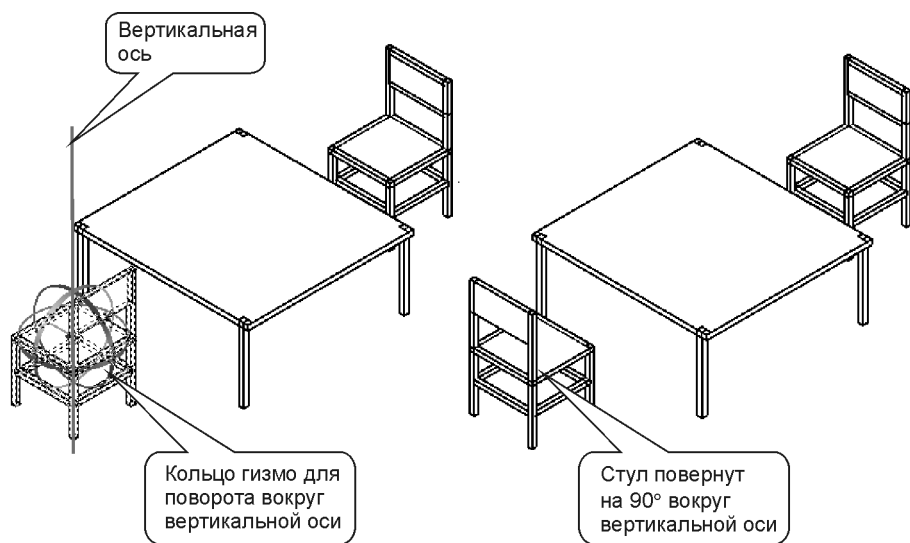

Рис. 6.6. Гизмо поворота и выбранная ось вращения
- 4. Наведите курсор на одно из колец так, чтобы через центр гизмо прошла нужная ось поворота. На рис. 6.6, слева, выбрано горизонтальное кольцо, чтобы стул повернулся вокруг вертикальной оси.
- 5. Щелкните по выбранному кольцу, а затем введите с клавиатуры угол поворота и нажмите клавишу <Enter>. Объект повернется на заданный угол. Так, на рис. 6.6 стул повернулся на 90° вокруг вертикальной оси.